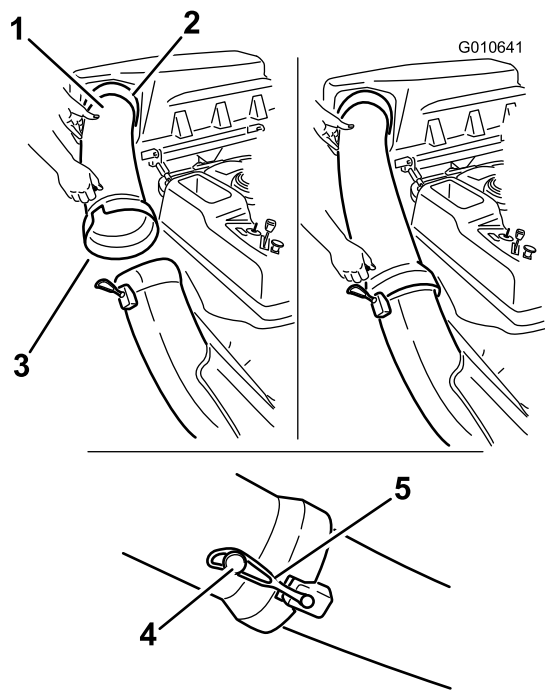

Figura 21
1. Inserite l'estremità curva del tubo di scarico nell'apertura prevista nel coperchio del sistema di raccolta (Figura 21).
2. Fate passare l'estremità svasata del tubo di scarico sopra l'estremità del camino di scarico. Portate il cinghiolo di gomma del camino sopra il grano del camino di scarico per ancorarlo con sicurezza (Figura 21).